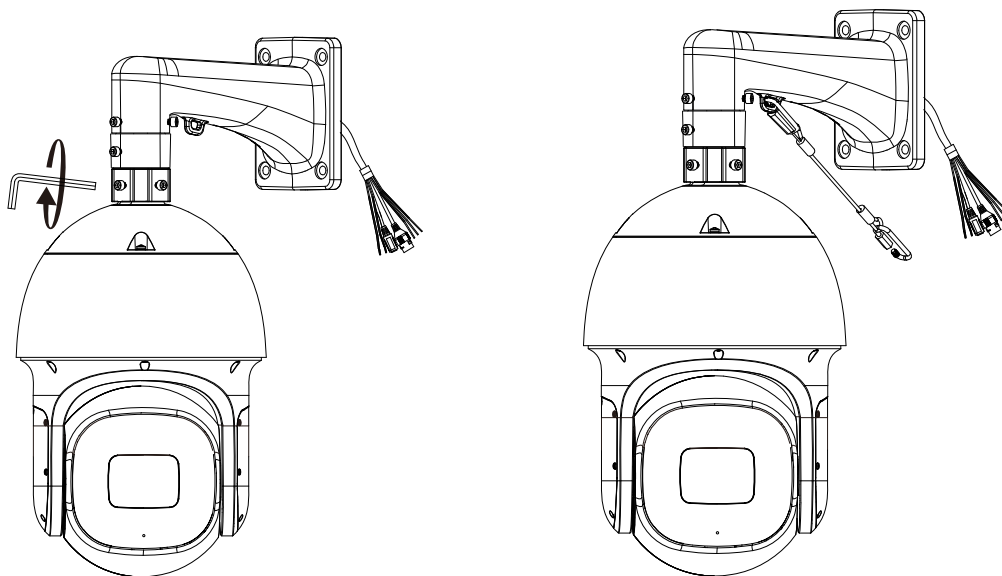

Рисунок 4.8 – Монтаж
11. С помощью ключа S5.0 «Шестигранник» из комплекта поставки настенного кронштейна затяните три фиксирующих винта монтажного адаптера BOLID BR-306 (Рисунок 4.8).
12. Используя карабин, закрепите видеокамеру на настенном кронштейне (Рисунок 4.8).